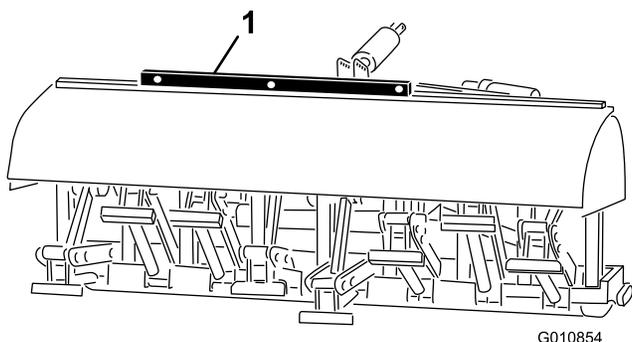

Рисунок 26
2. Для проверки выравнивания в поперечном направлении поместите уровень на раму аэратора (Рисунок 26).